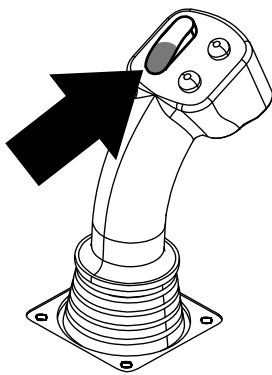
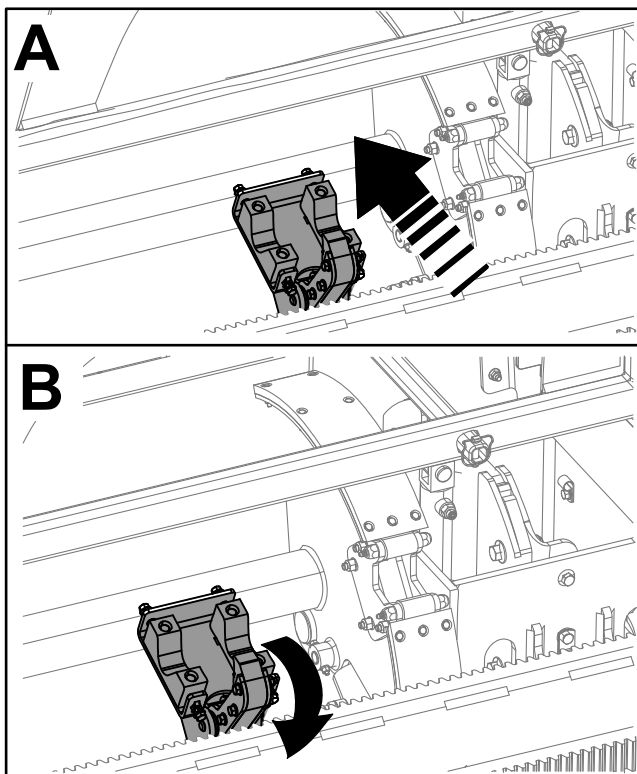

Figura 15
Figura 16
7. Pressione a parte inferior do seletor basculante (Figura 15) até que os braços sejam rotacionados com a haste de volta à posição inicial, de modo que as garras se abram quando a haste acessar a abertura da montagem do came (Figura 16).